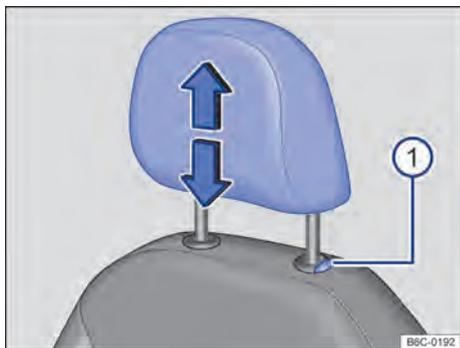
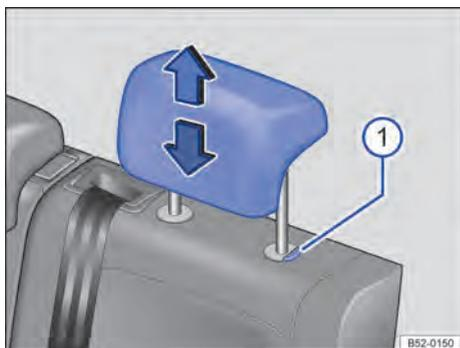

Fig. 68 Apoio para cabeça dianteiro: ajustar.
Fig. 69 Apoio para cabeça traseiros: ajustar.
- Deslocar o apoio para cabeça para cima ou para baixo na direção da seta com o botão → Fig. 68 ① ou → Fig. 69 ① pressionado → ⚠️ em *Introdução ao tema* na página 87.